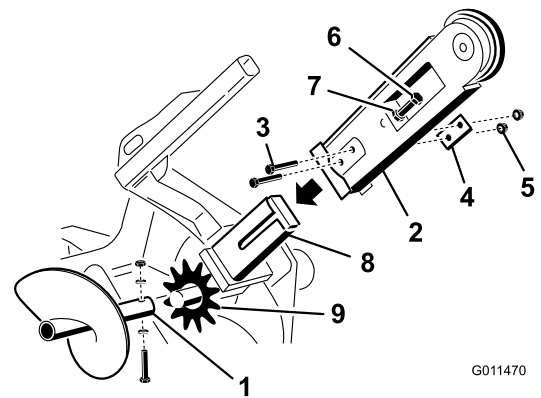

Figure 3
2. Enlevez le boulon, les rondelles doubles et l'écrou qui fixent la vis sans fin de débrayage et déposez la vis sans fin (Figure 3). Mettez les fixation de côté.
3. Retirez les 2 boulons, écrous et doubles rondelles de chaque côté de la flèche (Figure 3).
4. Desserrez le boulon de réglage et l'écrou de blocage (Figure 3).